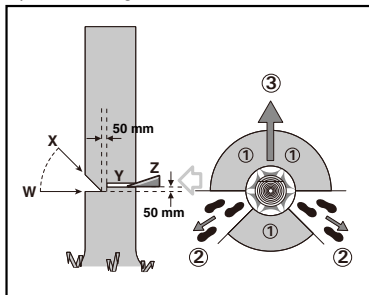

Figure 1
le cas échéant, avant de commencer à couper. Le chemin d'évacuation doit s'étendre à l'opposé et en diagonale par rapport à la ligne de chute de l'arbre prévue comme illustré à la Figure 1.
Faites une entaille au 1/3 du diamètre de l'arbre, perpendiculairement au sens de chute comme illustré à la Figure 1. Commencez par l'entaille horizontale inférieure (W) en premier. Cela évite que la chaîne ou le guide-chaîne ne se coince pendant l'exécution de la deuxième entaille (X).
Effectuez l'entaille arrière d'abattage (Y) au moins 2" (5 cm) plus haut que l'entaille horizontale comme illustré à la Figure 1. Maintenez l'entaille arrière d'abattage parallèle à l'entaille horizontale. Réalisez l'entaille arrière d'abattage afin de laisser assez de bois pour former une charnière. La charnière permet à l'arbre de ne pas pivoter et tomber dans la mauvaise direction. Ne coupez pas à travers la charnière.
Lorsque l'arbre commence à tomber, enlevez la tronçonneuse de la coupe, arrêtez le moteur, posez la tronçonneuse, puis utilisez le chemin d'évacuation prévu (2). Méfiez-vous des branches en hauteur qui pourraient tomber et gardez un bon équilibre. (Voir Figure 1.)